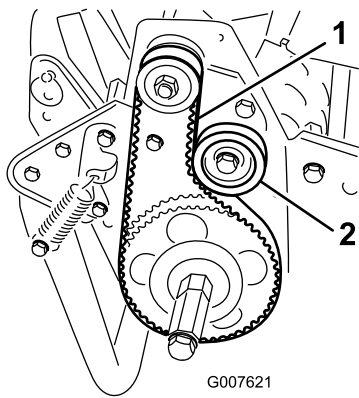

Bild 38
2. Prüfen Sie die Spannung. Bringen Sie hierfür eine Kraft von 18-22 N in der Mitte des Riemens zwischen den Riemenscheiben (Bild 38) an.
- A. Lösen Sie die Befestigungsmutter der Spannscheibe und drehen Sie die Spannscheibe nach rechts gegen die Rückseite des Riemen, bis Sie die gewünschte Riemen­spannung erzielt haben (Bild 38).